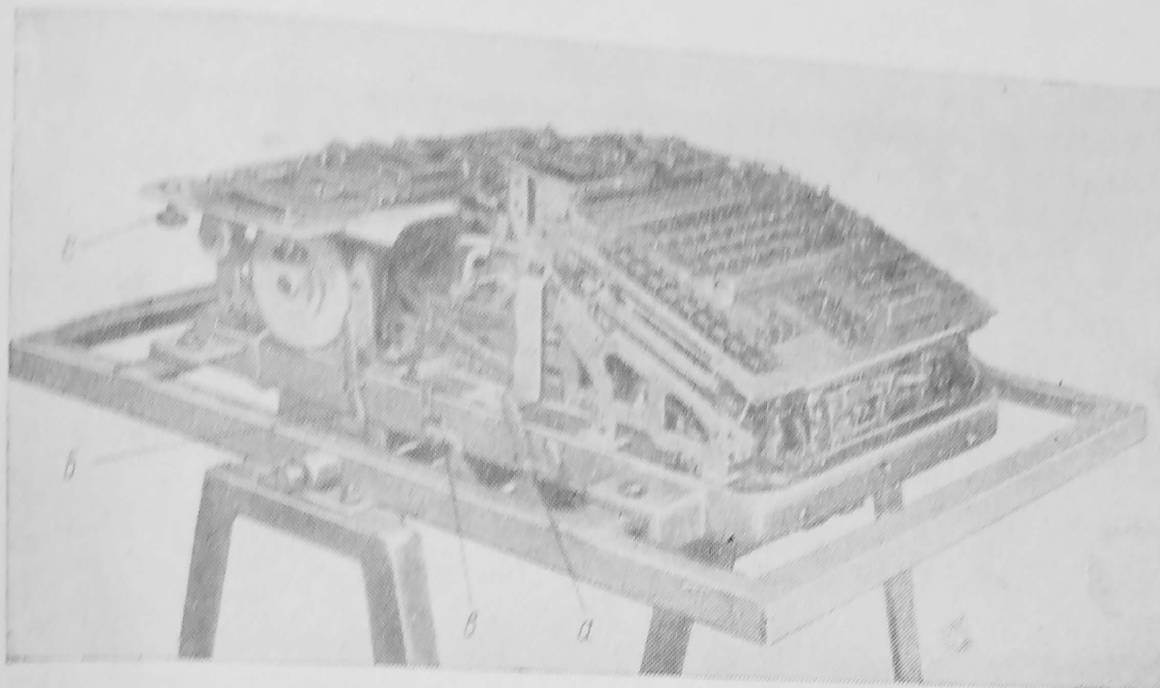

Рис. 81. Машина со снятыми кожухами и со снятой кареткой на станке для ремонта.
**Снятие кожухов** (см. рис. 81). На машине имеются три кожуха: передний, задний и нижний. Каждый из кожухов укрепляется двумя рычагами: передний — рычагами *а*, задний — рычагами *б* и нижний — рычагами *в*.